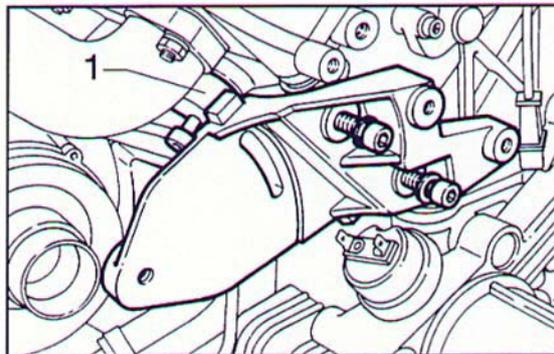

Fig. 265 ▼
- applicare il frenafilietti Loctite 242E alle due viti anteriori, quindi montare il supporto tendicinghia con il distanziale (1), e serrare le tre viti di fissaggio (Fig. 265);
- apply some Loctite 242E to the two front screws, fit the belt tightener support with spacer (1), and lock the three securing screws (Fig. 265);